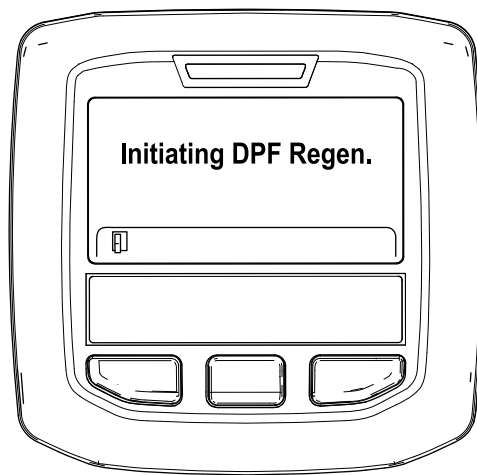

Figura 50
- A. Surge a mensagem "Initiating DPF Regen. (A iniciar Regen. DPF.)" (Figura 50).